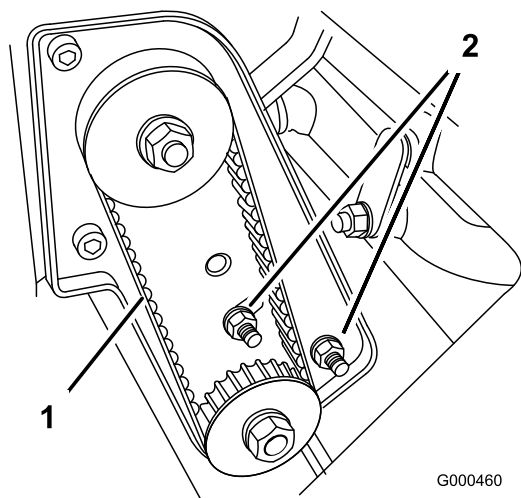

図 36
- A. ベアリング・ハウジング取り付けナットをゆるめる（図 36）。
C. トルクレンチの設定が狂わないように注意しながら、ベアリング・ハウジング取り付けナットを締め付ける（図 36）。ベルトを締め付けすぎないように注意する。